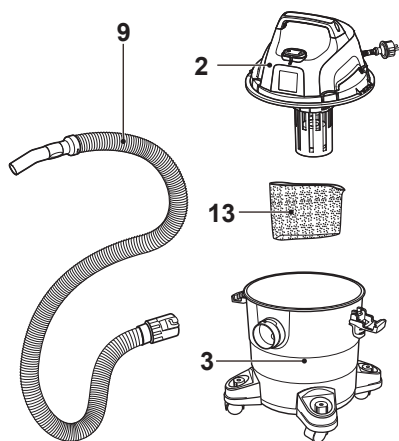

Fig. 4 Aspiración en húmedo
- con el filtro de polvo (14) y la bolsa de polvo (15) montados si va a aspirar en seco o soplar (Fig. 4),